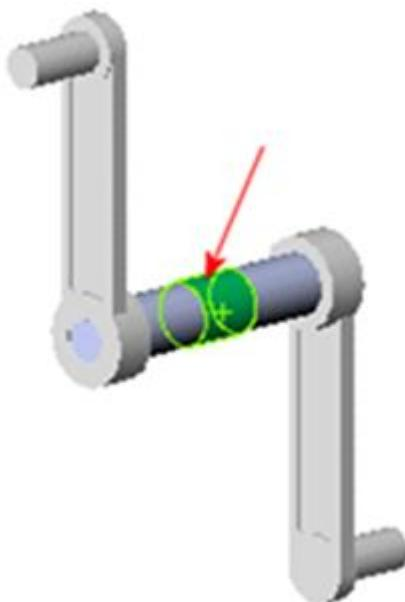

Рис. 3.10. Поверхня для кріплення
- 8.2. У графічній області виберіть поверхню, показану на рис. 3.10.